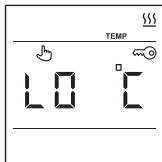

Рис. 8
– невозможности системы разогреть поверхность пола выше +5 °С На дисплее появиться соответствующая информация (рис. 8) и терморегулятор будет работать еще 4 часа, после чего выключит обогрев.